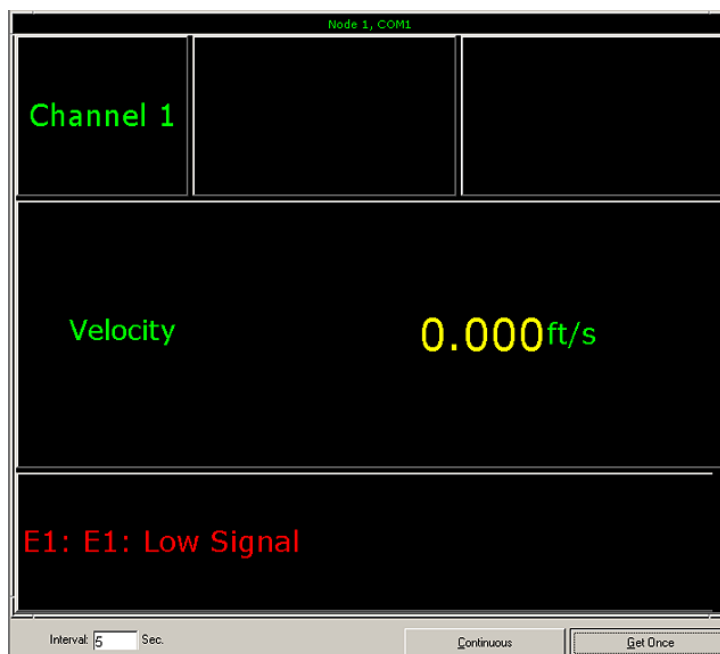

Figura 18: Panel de visualización de texto típico de PanaView
Los componentes de la pantalla de texto PanaView se muestran en la figura 18, junto con una lectura típica del caudal.
Como se muestra en la figura 18, el panel de texto de PanaView incluye la siguiente información:
Nota: Como se muestra en la figura 18 anterior, los mensajes de Código de error pueden aparecer en la esquina inferior izquierda de la ventana de visualización de texto de PanaView.
- Introduzca un intervalo en el cuadro de texto situado en la parte inferior del panel derecho de la ventana de Text Display (Visualización de texto), o marque la casilla Max. Comm Rate (Tasa máx. de comunicación) para recoger lecturas tan rápido como el (es decir, 1 segundo). A continuación, haga clic en el botón de opción [Continuous] (Continuo) para comenzar a recopilar datos para su visualización en el panel derecho de la ventana Visualización de texto. El panel derecho aparece ahora similar a la figura 18 en la página 24.